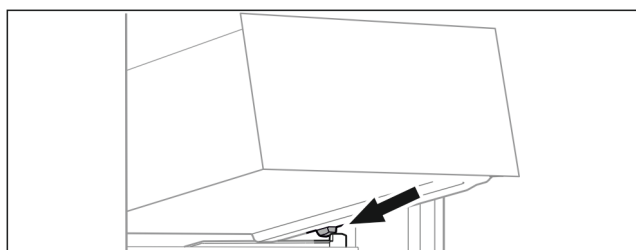

Fig. 69
- ▶ Sett skuffen på skrå bak stopperne på beholderribben. (se Fig. 69)